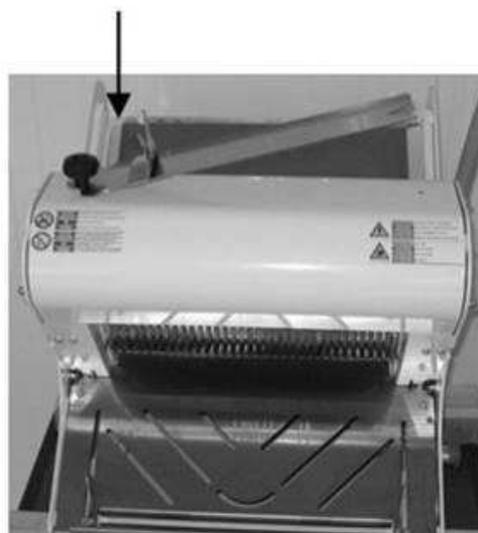

Рисунок 21
- замена двигателя; в этом случае необходимо опять же проверить корректное вращение двигателя, указанное стрелкой, изображённой на приводном шкиве из. 6 Фото Е; если направление вращения не корректно, поменяйте местами фазы во внутренней части штепсельной вилки; **никогда и ни в коем случае, не меняйте местами кабель заземления (жёлто-зелёный) и кабеля фаз.** После установки и монтажа машины можно проверить направление вращения, используя зазор, расположенный с левой стороны загрузочного стола, Рисунок 21